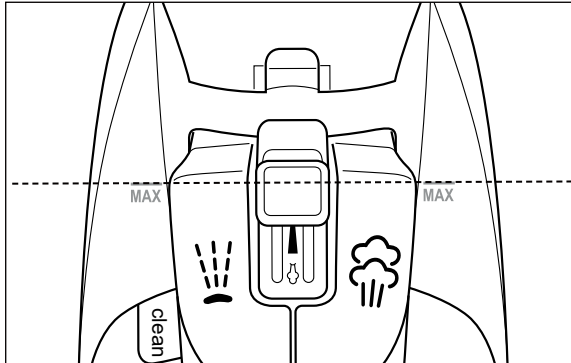

Fig. 5
- 4) Encha o depósito de água **13** no máximo até à marcação **MAX**. Coloque o ferro de engomar a vapor sobre a base **10** e verifique se a quantidade de água abastecida não ultrapassa a marcação **MAX** (ver fig. 5). Se necessário, retire a água em excesso. A quantidade máxima de enchimento do depósito de água **13** é de aprox. 320 ml.